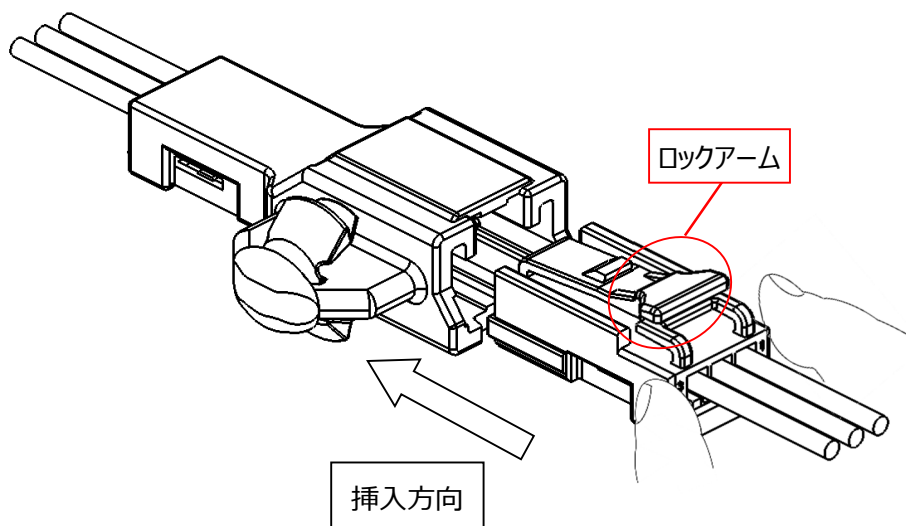

図 37.コネクタ挿入方向
- ①二次係止部装着作業が完了した後、図 37 に示す方向でコネクタをカチッと音がするまでまっすぐ押し込んでください。